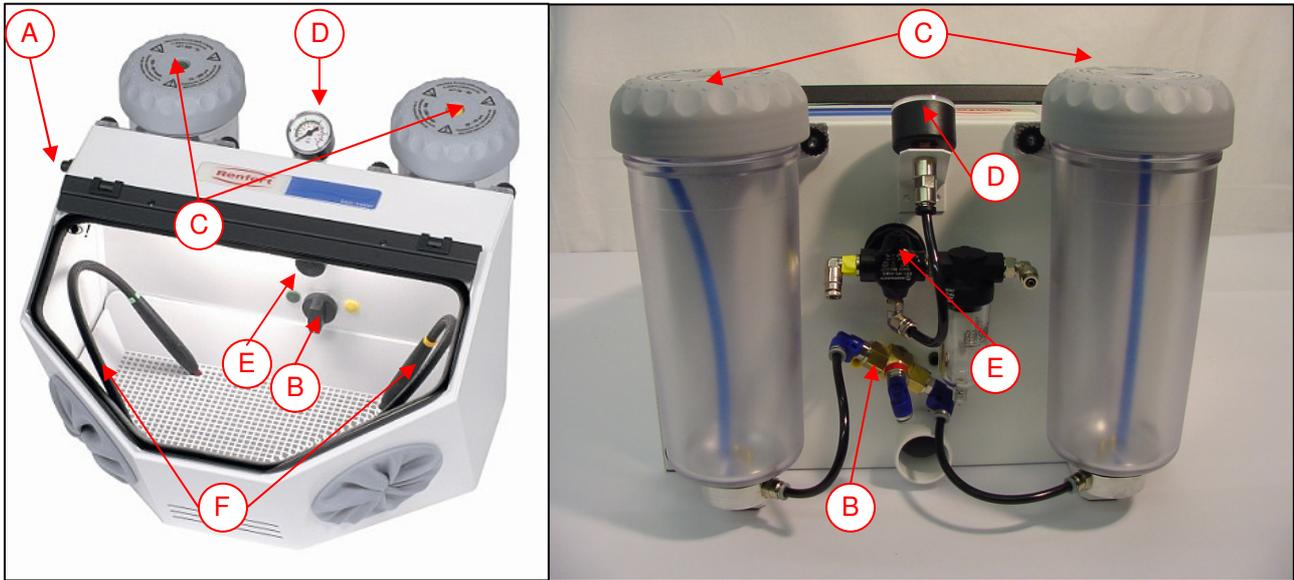
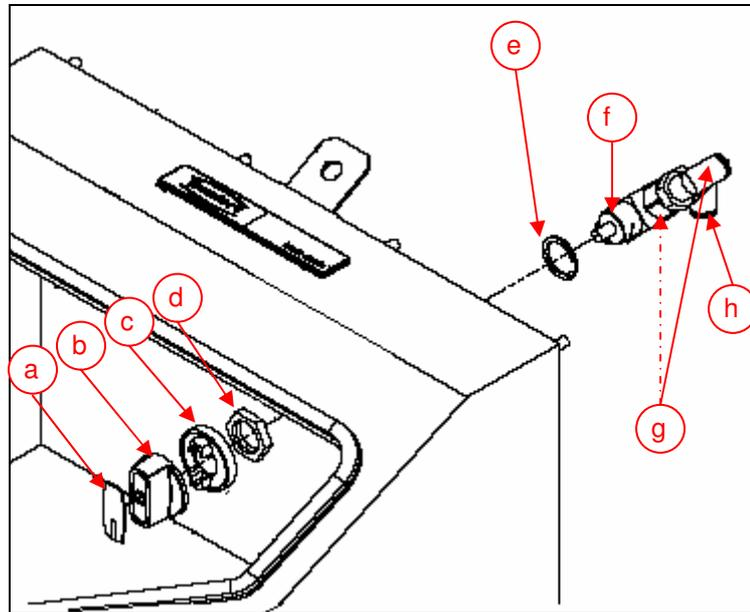

Abb.1 - Geräteübersicht
Abb. 5 Anwählsystem
- Schlauch des Fußschalters aus Push-in Verschraubungen (Abb. 5 h) entfernen
- Abdeckkappe (Abb. 5 a) des Drehknopfes (Abb. 5 b) abziehen (ist nur aufgesteckt)
- Mutter des Drehknopfes (Abb. 5 b) lösen, Drehknopf abziehen und die dahinter angebrachte Mutterabdeckung (Abb. 5 c) ebenfalls abziehen.
- Mutter (Abb. 5 d) des Kleinkugelhahns lösen und entfernen.
- Druckluftleitungen aus den Push-in Verschraubungen (Abb. 5 g) des Kugelhahns herausziehen und Kugelhahn aus dem Gehäuse herausziehen.
- Neuen Kugelhahn (Abb. 5 f) mit Alu Dichtring (Abb. 5 e) von hinten in das Gehäuse einsetzen und mit der Mutter (Abb. 5 d) befestigen und ausrichten. (Ausrichtung 45° gedreht, (Siehe auch Abb. 1 b rechts)
- Druckluftleitungen in die Push-in Verschraubungen (Abb. 5 g) des Kugelhahns einstecken
- Push-in Winkelverschraubungen (Abb. 5 h) mit rotem Klebestreifen markieren und Schlauch des Fußschalters einstecken
- Mutterabdeckung (Abb. 5 c) mit Drehknopf (Abb. 5 b) (Markierung nach unten) festschrauben
- Kappe mit Strich (Abb. 5 a) aufstecken. (Strich nach unten)